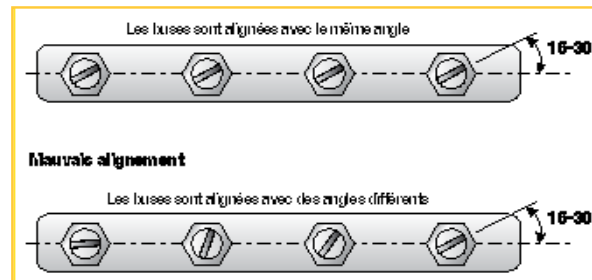

Figure 3 : Angles d'alignement des buses
- vérifier l'alignement des buses et la superposition des jets (figures 3 et 4) ;